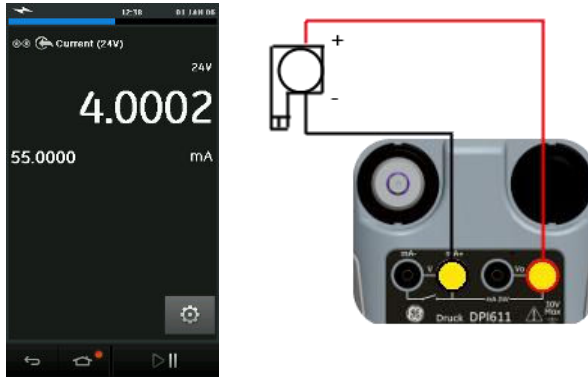

Abbildung 2-18 Strommessung am elektrischen Kanal, Bereich ± 55 mA
- *Abbildung 2-18* zeigt die Schaltung der elektrischen Kanäle an, um den Strom mit internem Schleifenstrom zu messen.